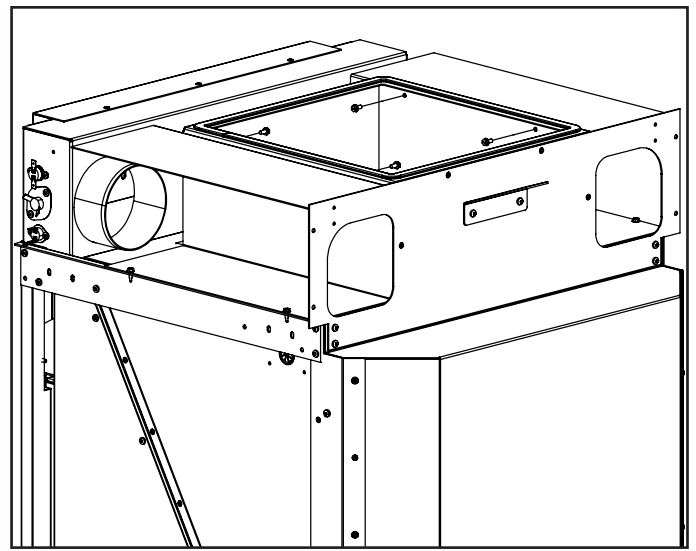

Figure 12: Installation des plaques de protection (boucliers).
12. Installez les plaques de protection des conduits (boucliers) avec 4 vis à métal #8. (Figure 12)